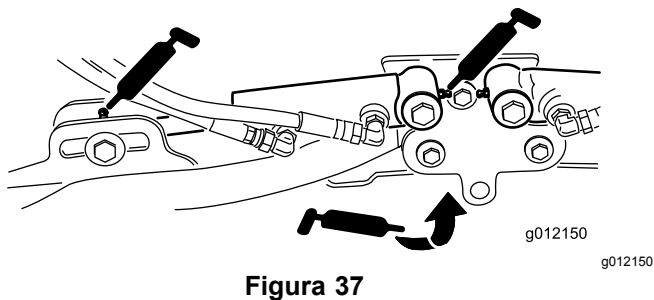

Figura 37
- Cilindros do braço de elevação da unidade de corte (2 cada) (Figura 37)
- Articulações do braço de elevação (1 cada) (Figura 37)